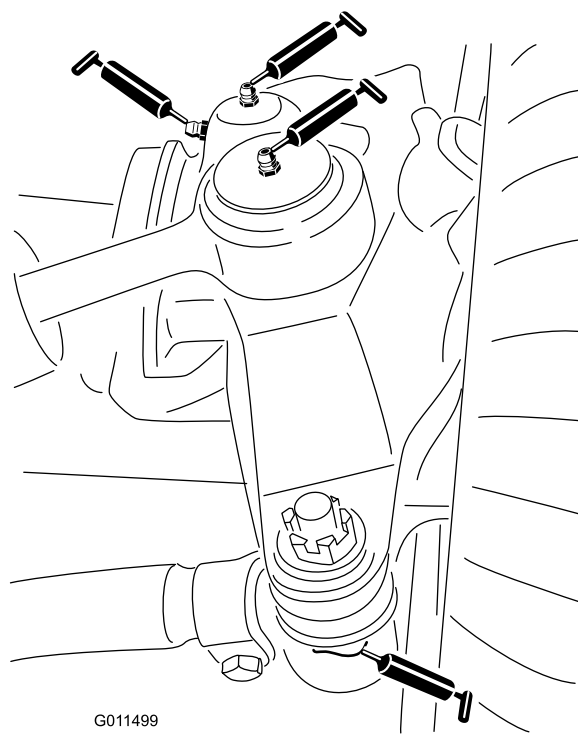

Figure 44
- 2 rotules de vérin de direction (Figure 44)
- 2 rotules de biellettes (Figure 44)
- 2 bagues de pivots de fusées (Figure 44).